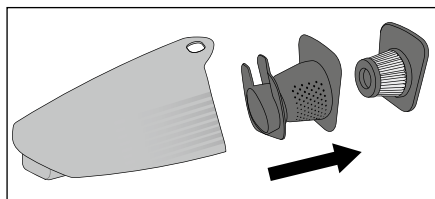

Fig. 3
- 3) Tag derefter HEPA-filtret **6** og grovfiltret **7** ud af støvbeholderen **8** (fig. 3). Bank begge dele ud over en affaldsspand eller lign. Ved behov kan HEPA-filtret **6** skylles med rent vand. Lad det derefter luttørre helt.